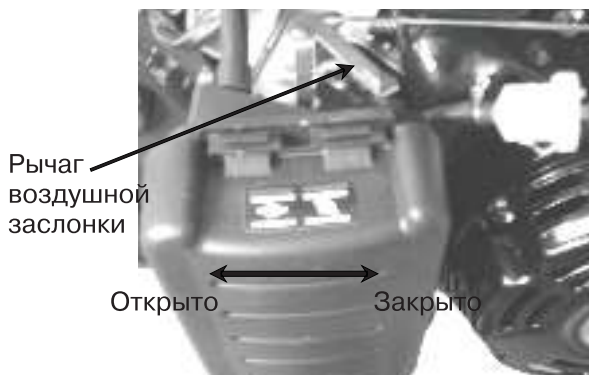

Рис.8
1. Передвиньте рычаг воздушной заслонки в положение CLOSE (закрыто). Рис. 8
Если рычаг воздушной заслонки находится в положении «CLOSE», поверните его в положение «OPEN» после того, как двигатель проработает около 2х минут. (Рис. 8)